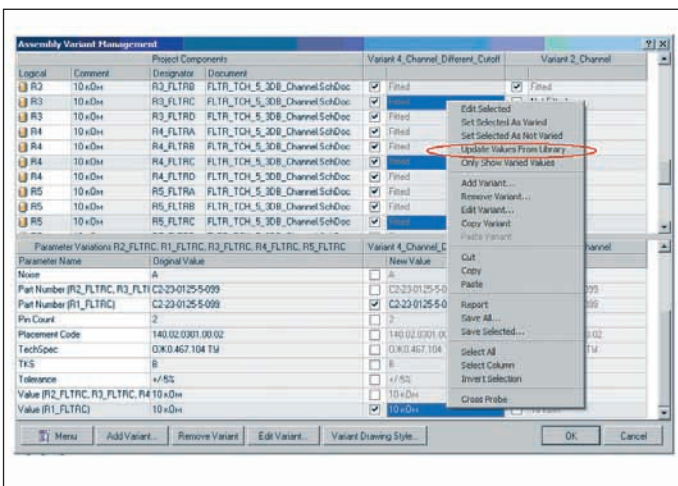

Рис. 7. Подготовка передачи параметров из библиотеки
2. Щелчком правой клавиши мыши в любой ячейке списка параметров группы выбранных компонентов вызовите контекстное меню и задайте в нем команду *Update Values From Library* (рис. 7).
- нажатием *OK* завершите выполнение операции. Обновленные параметры – номинал и имя библиотечного компонента – отображаются в ячейках таблицы параметров всех выбранных компонентов (рис. 7).